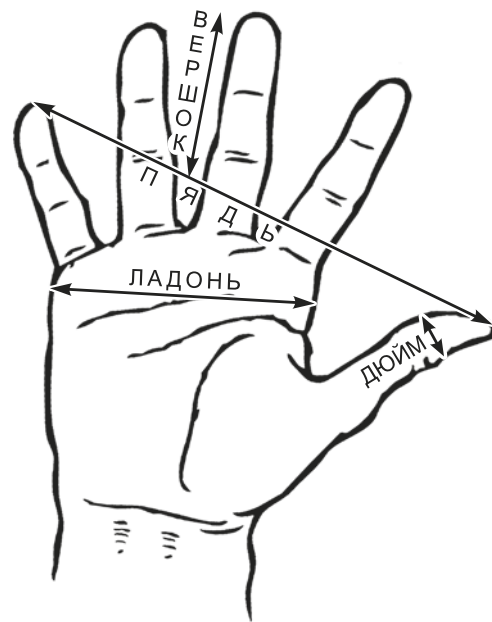

Рис. 3
1. **Вершок** (рис. 3). Наименование происходит от слова «верх» (пальца). Вершок упоминается в «Торговой книге», документе XVI века, как $1/16$ аршина. Существовали доли вершка: «полвершки» и «четвертьвершки».